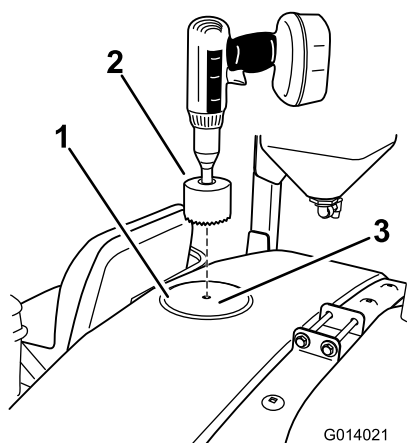

Figura 20
1. Localize o local frontal na parte superior do depósito como se mostra em Figura 20.
2. Utilize uma broca de 9 cm para fazer um furo na marca de perfuração (Figura 20).